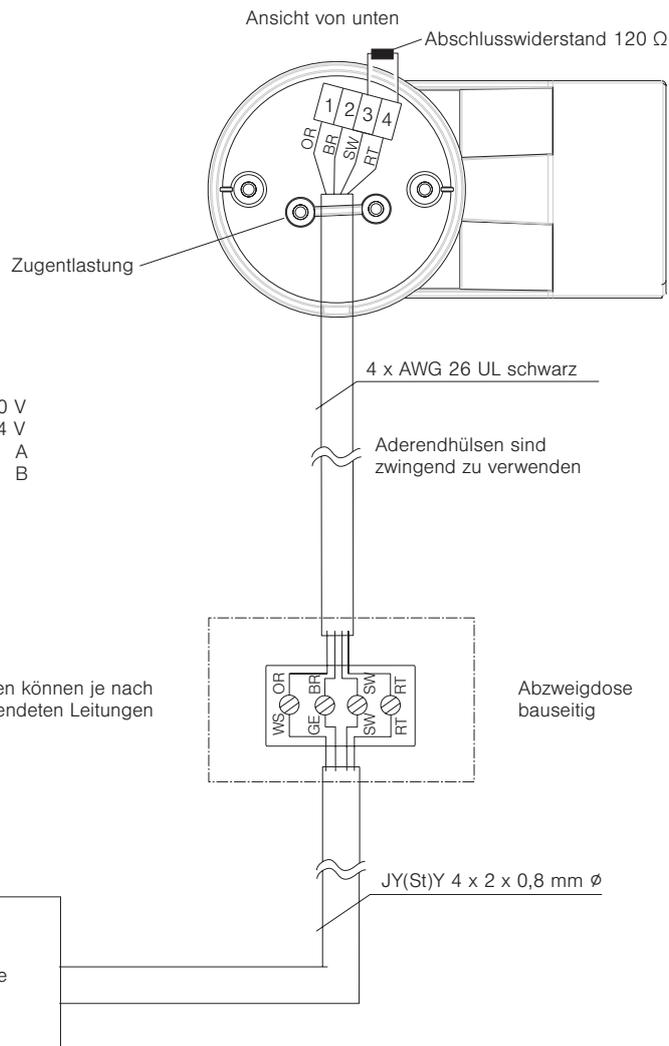

Abb. 4 Anschlussplan WAREMA Wetterstation move
- Schließen Sie die Wetterstation gemäß Anschlussplan Abb. 4 auf Seite 4 an die Omnexo Zentrale an.
**i** Wenn die WAREMA Wetterstation move der letzte Busteilnehmer der Buslinie ist, muss der Abschlusswiderstand manuell gesetzt werden (s. Abb. 4 auf Seite 4).